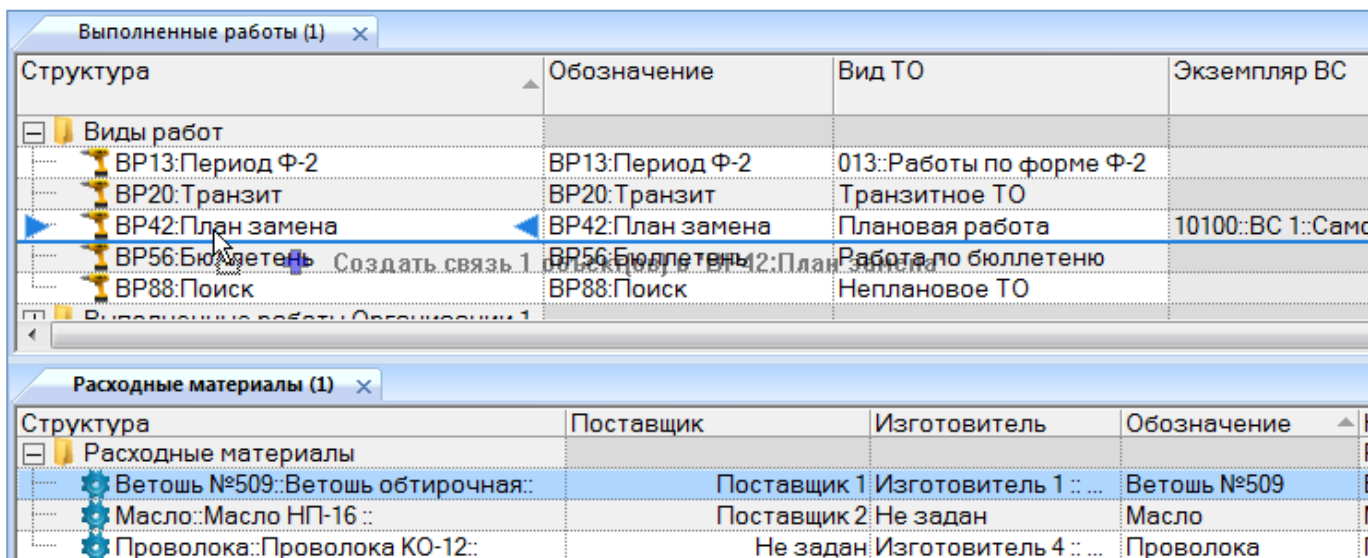

Рис. 13-478 – Переместить расходный материал на работу
- 2) Нажать кнопку «Поиск» панели «Правка». В результате откроется диалоговое окно «Поиск по разделу» с указанием названия раздела (рис. 13-478).